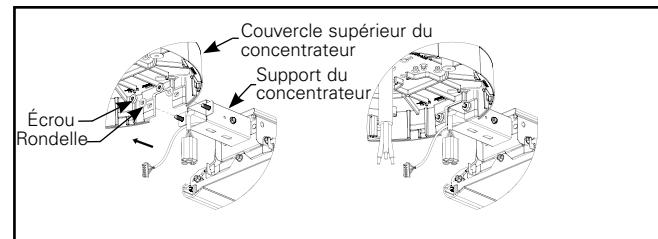

Figure 7.
6. Fixez le couvercle supérieur du concentrateur au support du concentrateur du luminaire à l'aide des écrous fournis (figure 7). Assurez-vous que la surface supérieure du luminaire et celle du concentrateur sont alignées et de niveau.